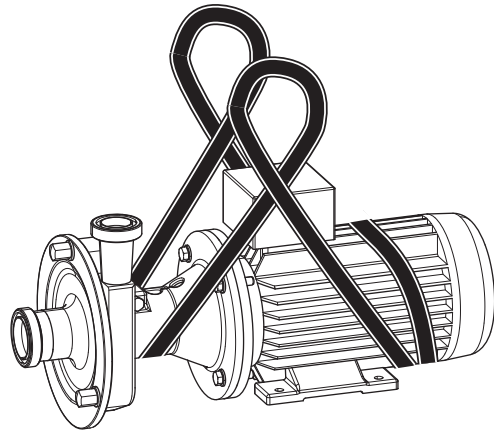

Fig. 13 Transporte com linga redonda, tendo como exemplo o modelo FSPE
1. Enrole duas vezes a linga redonda na extremidade traseira do motor. Não a coloque na tampa do ventilador. Consulte o Fig. 13 „Transporte com linga redonda, tendo como exemplo o modelo FSPE“.